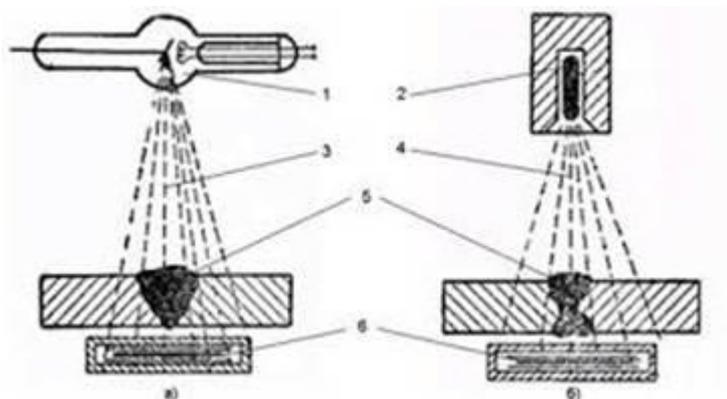

Рис. 1. Схема просвечивания сварных швов рентгеновскими лучами
**2. Установить соответствие между позициями схемы просвечивания сварных швов рентгеновским и гамма-излучением (рис.1.) и названиями основных элементов**